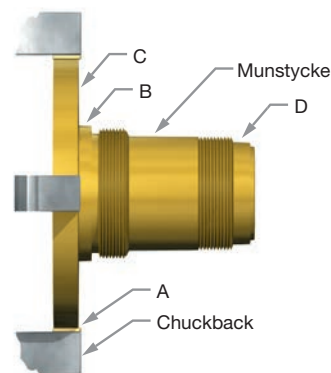

Bild 26: Munstycke placerat i en käft
- Håll munstycket i en fristående chuck med fyra käkar (eller spännhylsa om tillämpligt) och använd en bit mjukt material, t.ex. koppar eller fiber, mellan käftarna och munstycket (se bild 26).
- Justera munstycket så att ytorna som är markerade med B, C och D stämmer inom 0,025 mm (0,001") på totalindikatorns avläsning (se bild 26).